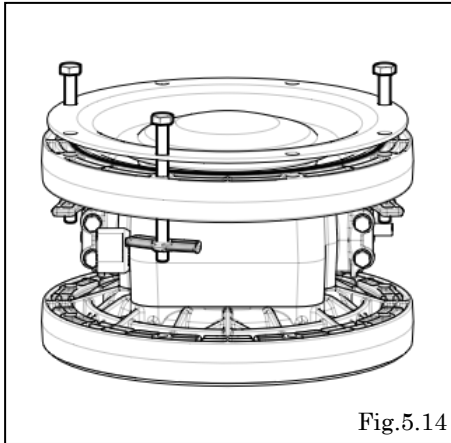

Fig.5.14
- ・ダイアフラムの穴とエアチャンバーのネジ穴を同じ位置に合わせながら、3本のボルトを均等な間隔でダイアフラムの穴に通し、エアチャンバーに仮止めする。（ボルトは当て板を使用して取り付ける）〔Fig.5.14〕
- ・ Fig.5.14 で仮止めしたボルトを外す。